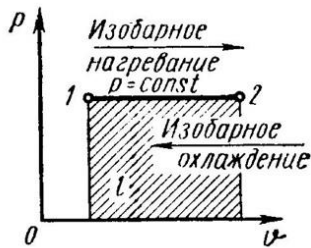

Рис. 4.2. Изобарный процесс идеального газа
2). Изобарный процесс (Рис.4.2).